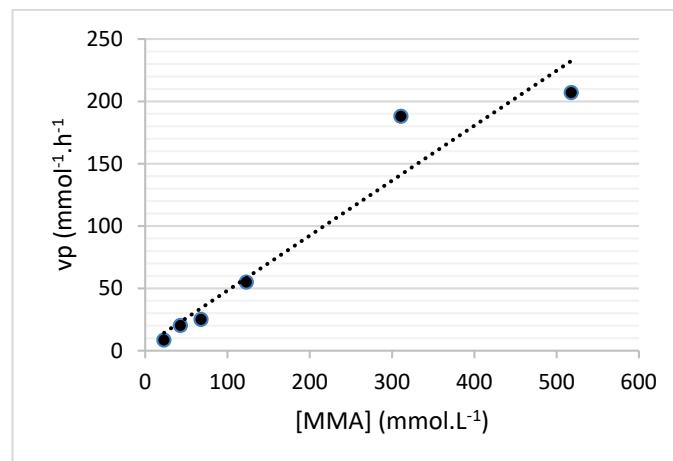

Figure 4. Graphique représentant  $v_p = f([MMA])$
**3.5.** En étudiant l'évolution de la vitesse  $v_p$  en fonction de la concentration en MMA sur la figure 4, déterminer si l'évolution temporelle de la concentration en MMA suit une loi de vitesse d'ordre 1.